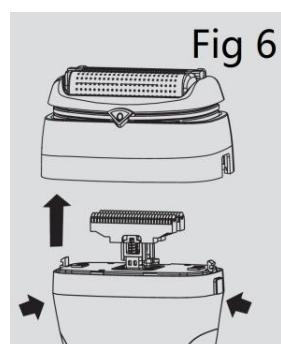

Fig 6
2. Trykk ned utløserknappene på begge sider av barbermaskinen for å ta ut barberhodedelen (Fig. 6).
1. Løsne barberhodet (Fig. 6)